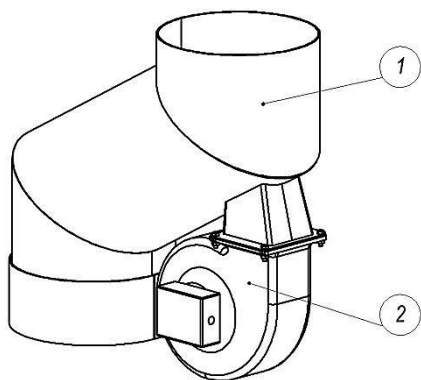

Рис. 9
- е) Дымовой aspirator (дымосос). (Рис.9).
Инвентарь (Рис. 9) является дополнительной опцией. В базовой комплектации предусмотрен банник. Инструменты инвентаря разработаны для эффективной очистки элементов котла от сажи и нагара. Крепится инвентарь по усмотрению владельца.
Является дополнительной опцией, позволяющей увеличить тягу отводимых газов. Устанавливается в соответствии с Рис.9.